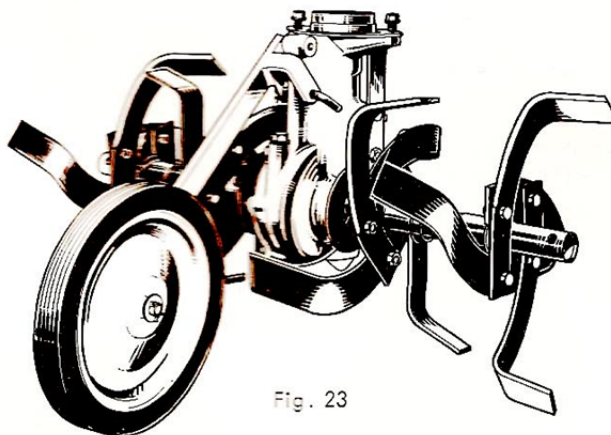

Fig. 23
- Si le chemin à parcourir est bitumé, ou s'il emprunte des allées dont la surface doit être ménagée, il aura intérêt à équiper le carter fraiseur d'une roue porteuse avant (fig. 23). En prenant appui sur cette roue, il portera l'ensemble comme une brouette.